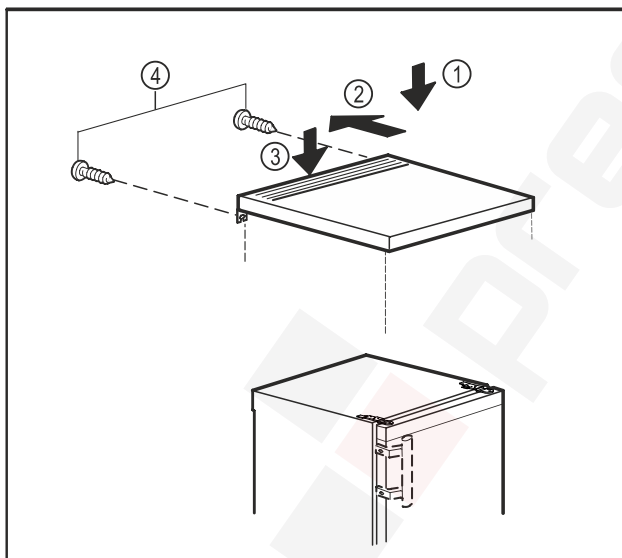

Fig. 11
- Helyezze az asztallapot a készülékre. Fig. 11 (1)
- Tolja hátra az asztallapot. Fig. 11 (2)
- Nyomja le az asztallap hátsó részét. Fig. 11 (3)
- Csavarozza a helyükre a csavarokat a hátoldalon. Fig. 11 (4)